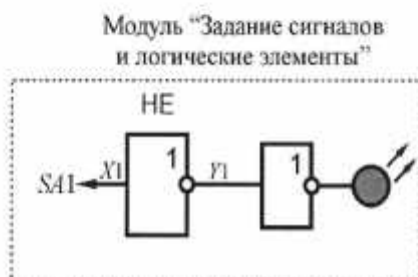

Рис. 2.6. Схема электрическая соединений лабораторного модуля для изучения работы логического элемента НЕ
19. Согласно рис. 2.6 выполнить электрические соединения модуля для изучения работы логического элемента НЕ. Монтаж схемы производить при отключенных автоматических выключателях и переключателях питания.